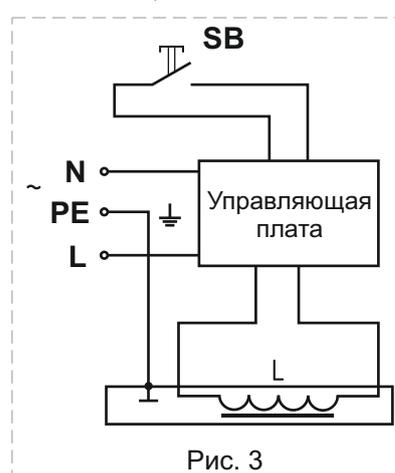

Рис. 3
4.3.7 Электрическая схема подключения клапана приведена на рис.3.